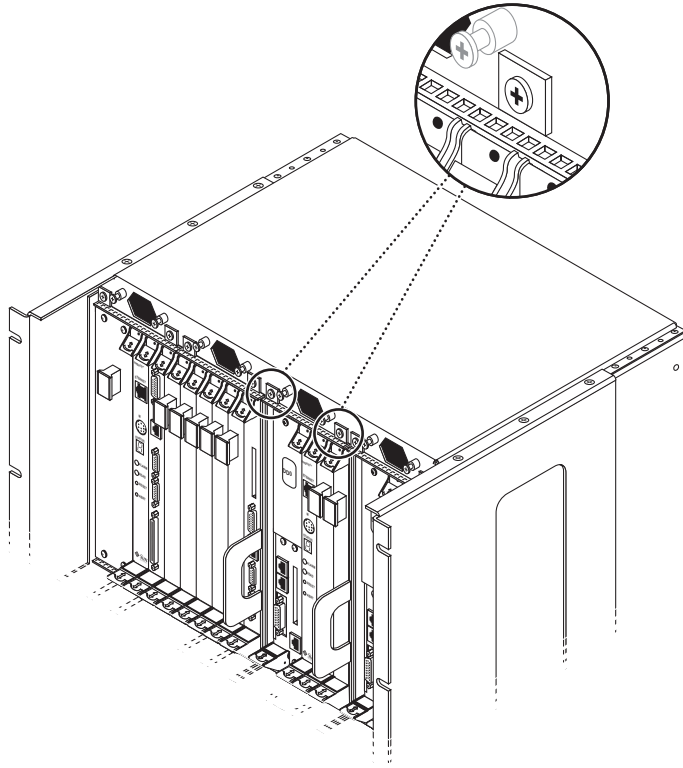

FIGURE 2-9 Desserrage des vis dans la partie supérieure d'un serveur Netra ct 400
- Si vous retirez un serveur Netra ct 400, desserrez les *deux* vis imperdables noires placées dans la partie supérieure du serveur (FIGURE 2-9).